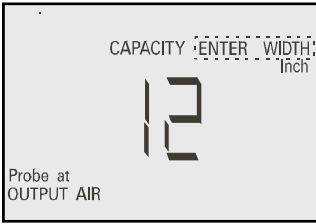

Figura 13
5.5.3 En este paso “Enter Width” (entrar ancho) estará parpadeando. (Figura 13)